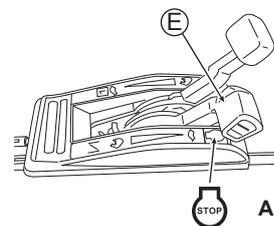

Abb. 13
- Stellen Sie den Gashebel (E) auf "STOP". (Siehe Abb. 13)